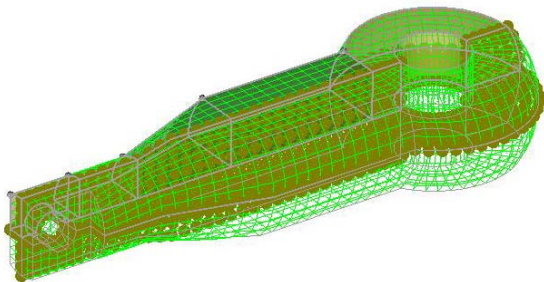
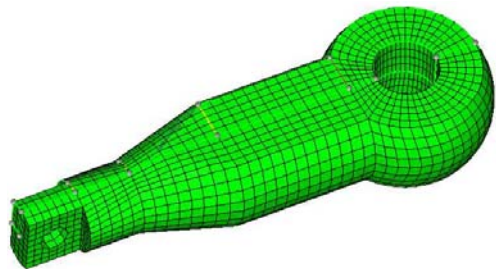

图 5-73 单元节点不连续的地方
图 5-74 最终的有限元网格模型
- (2) 将黄色的按钮切换为 **comps**，并框选图形区中所有的组件。
- (3) 单击 **preview equiv** 按钮，图形区中便显示出所有单元节点不连续的地方，如图 5-73 所示。
- (4) 单击 **equivalence** 按钮，将所有的节点自动调整为连续的。
- 这样便得到了最终连续的完整的有限元网格模型，如图 5-74 所示。